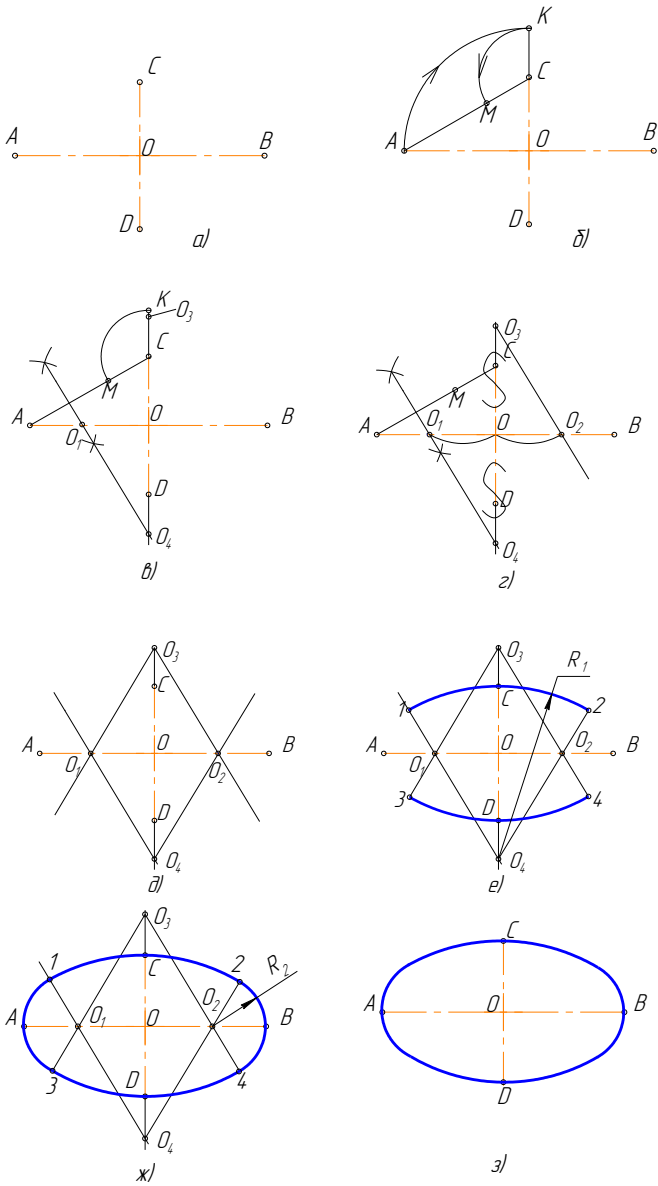

Рисунок 3.17 – Построение овала по двум осям
Последовательность построений, (рисунок 3.17)
1. Заданы большая AB и малая CD оси овала (рисунок 3.17, а);
2. Соединим точки A и C . На этой прямой откладываем точку M : $CM = AO - OC = CK$ (рисунок 3.17, б);
3. Отрезок AM делим пополам, и из середины этого отрезка восстанавливаем перпендикуляр до пересечения с осями овала в точках O_1 и O_4 , (рисунок 3.17, в);
4. Строим точки, симметричные точкам O_1 и O_4 , получаем O_2 и O_3 , (рисунок 3.17, г);
5. Проводим линии центров O_1O_3 , O_1O_4 , O_2O_3 , O_2O_4 , (рисунок 3.17, д);
6. Из центра O_4 проводим дугу радиусом $R_1 = O_4C$ до пересечения с линиями центров O_4O_1 и O_4O_2 в точках 1 и 2. Аналогично находим точки 3 и 4, (рисунок 3.17, е);
7. Замыкающие дуги овала проводим из центров O_1 и O_2 радиусом $R_2 = O_1A$, (рисунок 3.17, ж).
8. Результаты построения – рисунок 3.17, з.